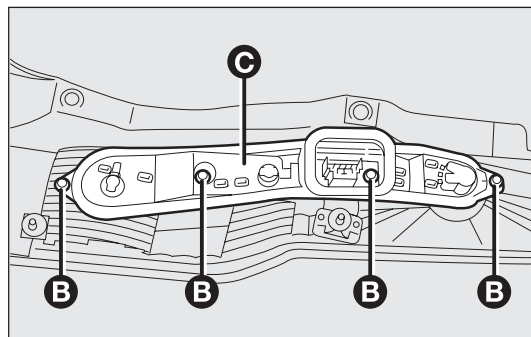

fig. 153
- svitare le quattro viti B-fig. 153 dalle rispettive sedi ed estrarre il portalampana C;